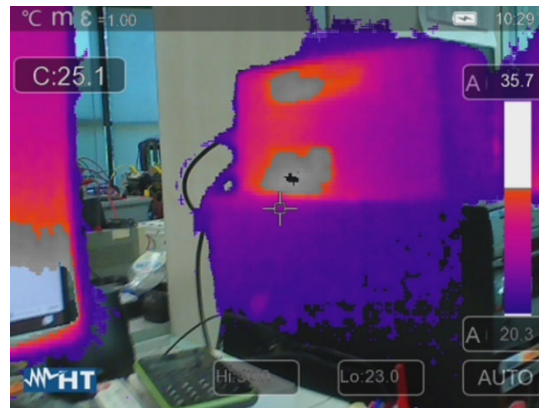

Abb. 43: Auswahl Visueller Bereich
11. Berühren Sie die Felder “Hi” und “Lo” im unteren Teil des Displays und stellen Sie mit den Pfeiltasten < oder > den Wert der **maximalen** und **minimalen** Temperaturschwellen ein. Das Gerät zeigt als radiometrisches IR-Bild die Punkte mit der Temperatur zwischen der “Lo” und der “Hi” Schwelle, und als visuelles Bild die Punkte mit einer Temperatur außerhalb dieses Intervalls (siehe Abb. 43).